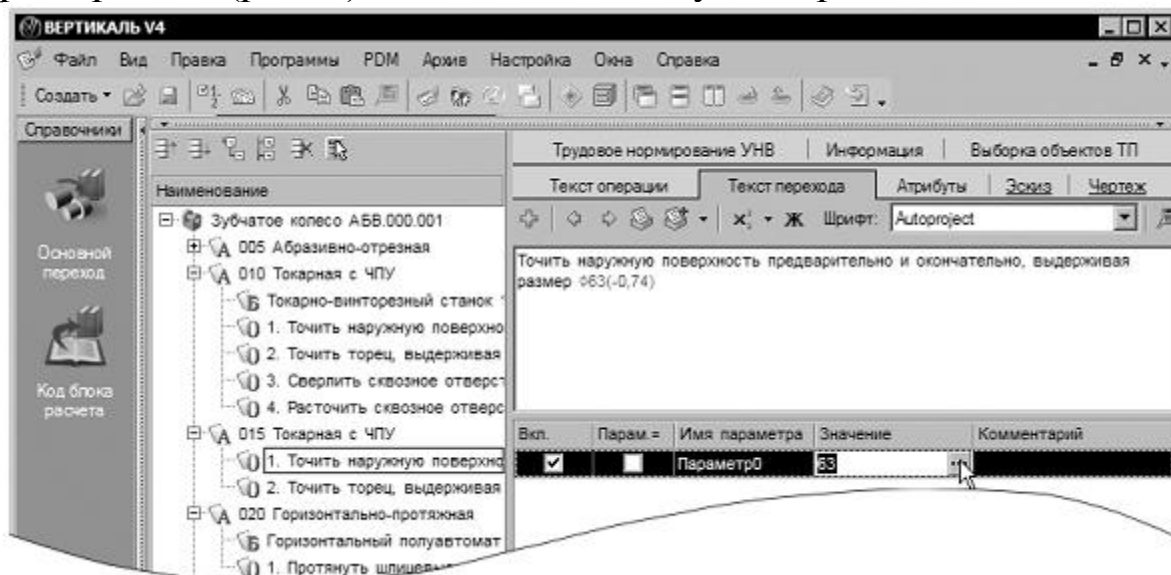

Рисунок 9.
19. Установите курсор на переход 1 операции 015. Перейдите на вкладку Текст перехода. Установите курсор на значении параметра перехода (рис. 9), и нажмите кнопку выбора значения.